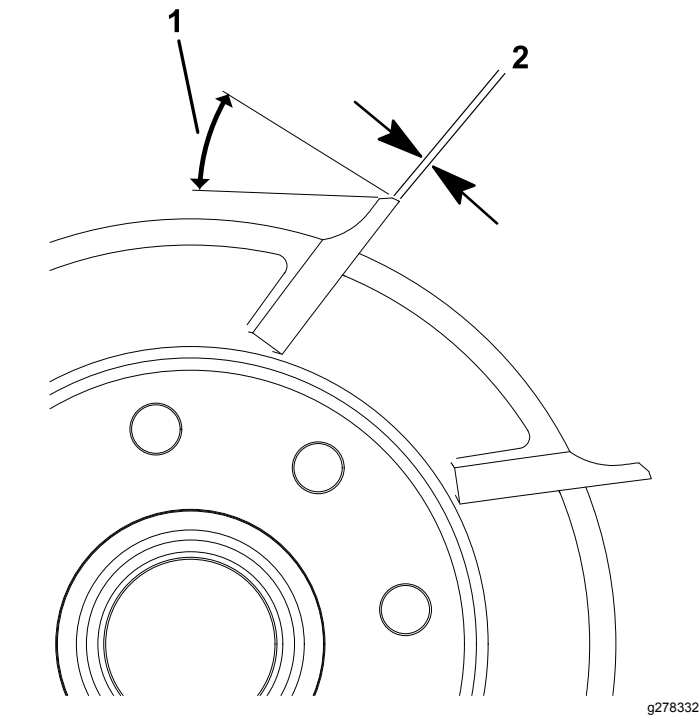

Figure 11
- 1. Créez un angle de dépouille de 30 degrés sur toutes les lames de cylindre jusqu'à obtention d'une facette de 0,76 à 1,27 mm de largeur (Figure 11).